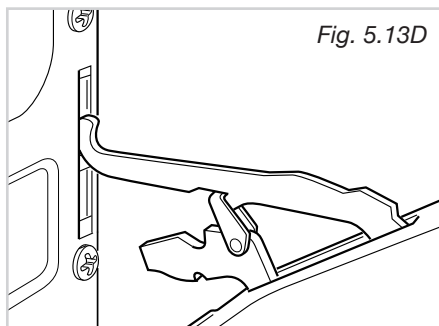

Fig. 5.13D
- Estrarre anche la baionetta superiore delle cerniere dal loro alloggiamento (fig. 5.13D).